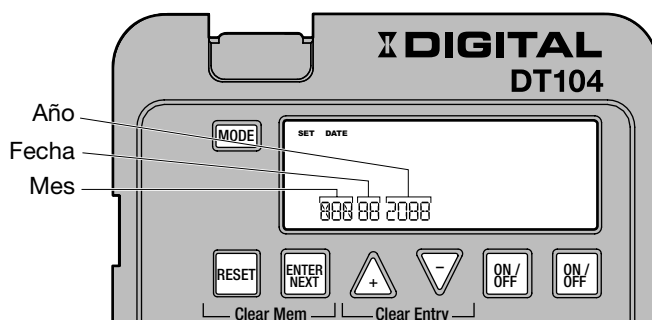

FIG. 7 Programar la fecha
1. Presione varias veces el botón **MODE (MODO)** hasta que aparezcan las palabras SET (AJUSTAR) y DATE (FECHA) en la parte superior de la pantalla. Consulte FIG. 7.